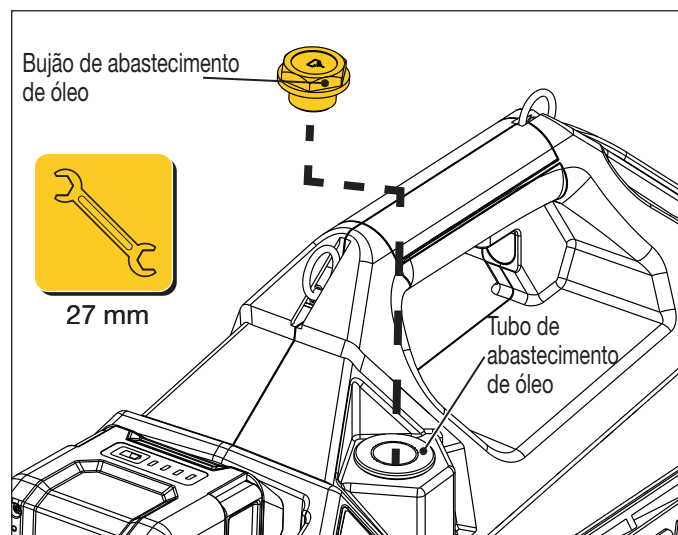

Figura 12: Localização de Abastecimento de Óleo
2. Com o interruptor de alimentação na posição ON (I), pressione e segure o botão DUMP (O) ou (X) para aliviar qualquer pressão hidráulica residual no sistema.
3. Desligue o interruptor de alimentação da bomba (O).
5. Remova o bujão de abastecimento de óleo da abertura de abastecimento. Use uma chave de 27 mm. Veja Figura 12.
2. Com o interruptor de alimentação na posição ON (I), pressione e segure o botão DUMP [X] ou [X] para aliviar qualquer pressão hidráulica residual no sistema.
4. Remova o bujão de abastecimento de óleo da abertura de abastecimento. Use uma chave de 27 mm. Veja Figura 12.